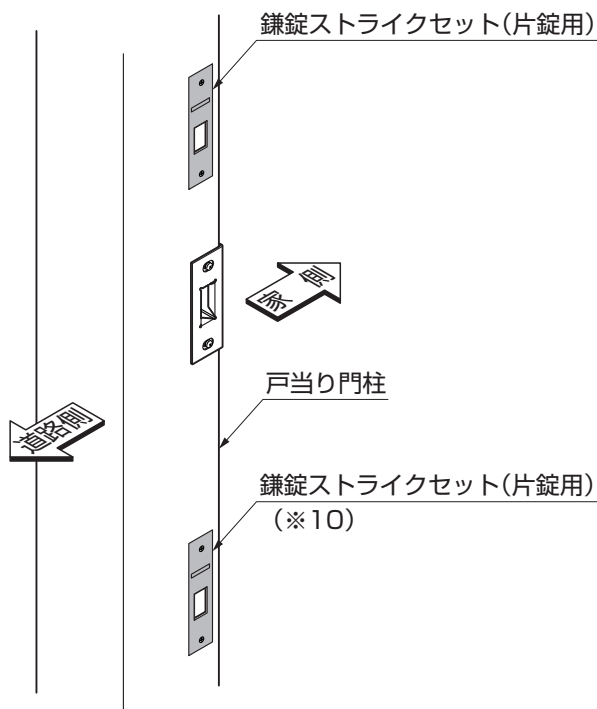

図6-4 鎌錠ストライクセット (片錠用) の取付け
⑤ 下側鎌錠ストライクセット (片錠用) も①～④の手順で取付けてください。(図6-4参照)